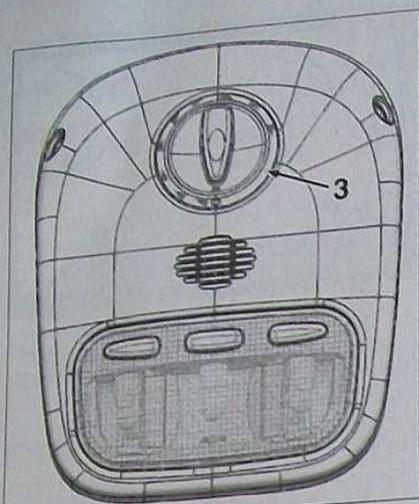

FIG. 67
Rebrancher la commande de la console de pavillon (3) à 9 positions (Fig. 67).